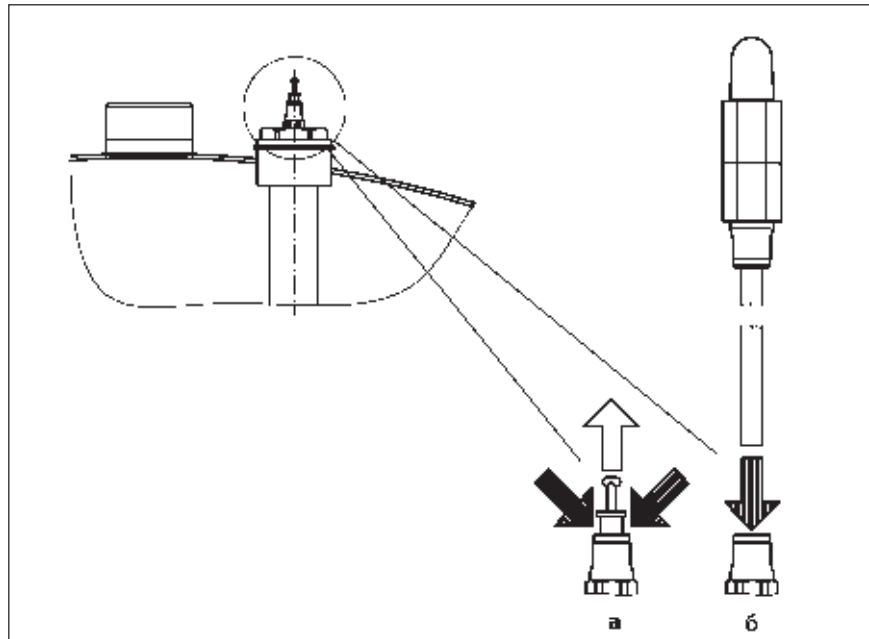

Рис.4
Для моделей SB 650/3 AC поставляется теплоизоляция марки WD, которая устанавливается во время монтажа прибора (номер заказа см. в разделе "Комплекующие"). Во время нагрева из предохранительного клапана (рис.4, поз.2) капает избыток воды, образующийся из-за расширения воды при нагреве водонагревателя. Это является необходимой мерой предосторожности.
- Вынуть красную заглушку, одновременно надавливая вниз зажимное кольцо, см. рис. 4 а.
- Открытый конец трубки индикатора вставить до упора, рис. 4 б.